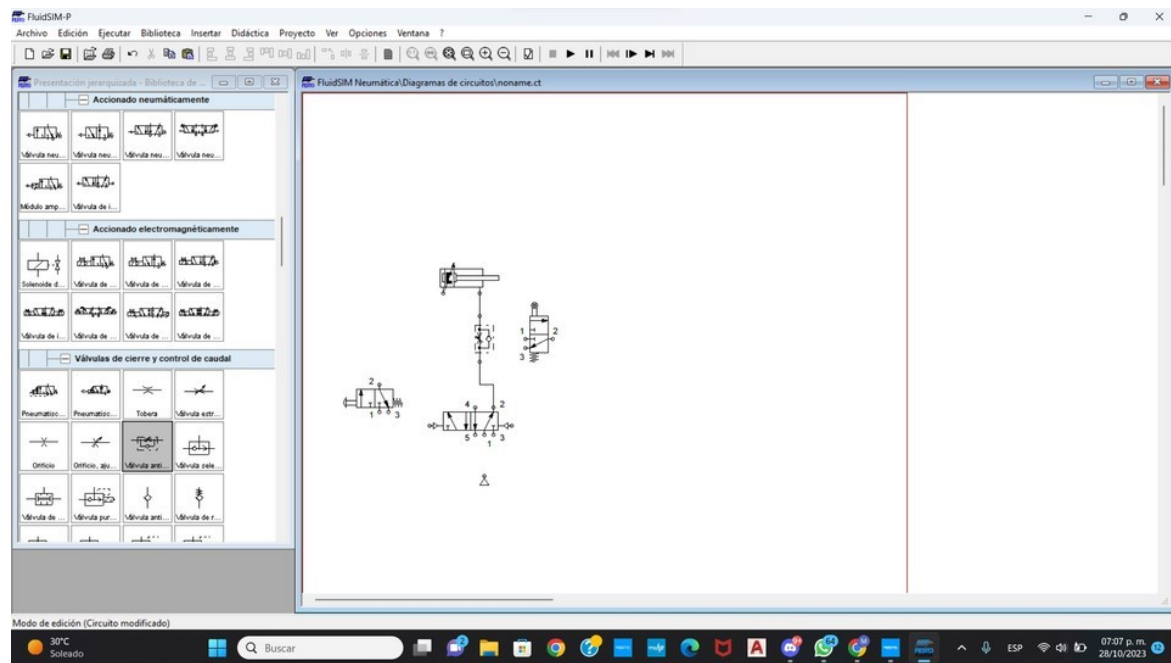

Ilustración 2.2
Paso 2.- Conectamos la válvula estranguladora antirretorno al cilindro de doble efecto. (Ilustración 2.2).